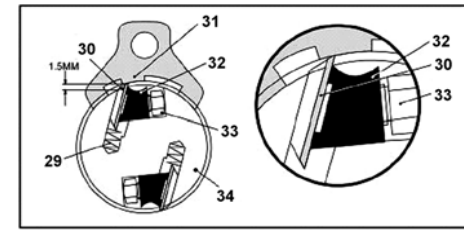

Рис. 10
**Внимание:** конструкция машины оборудована защитным блокиратором (36), предотвращающим вращение строгального вала при снятом защитном щитке (38). Не включайте машину при не установленном и не закреплённом защитном щитке (38) – при включении подгорит или порвётся ремень передачи и перегреется электродвигатель.
- 12.6.1. Ослабьте прижимную планку (32) и нож (30), вращая фиксирующие винты (33) по часовой стрелке, Рис. 10. Ножи (30) подпружинены и выйдут из паза, как только узел фиксации ослабнет.
- 12.6.7. Калибр (31) из комплекта поставки для установки строгальных ножей (30), Рис.10, плотно прижмите к строгальному валу (34). С помощью калибра (31) вылет ножей (30) устанавливается приблизительно на 1,5 мм.